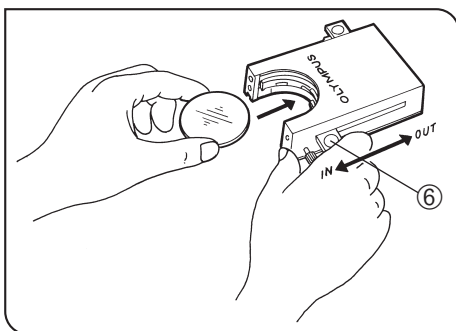

図 17
**フィルタカセットの場合(図17~20)**
- 2) レバー⑥をIN側にスライドさせます。その際、確実にクリック(カチッと音がする位置)に入れてください。(図17)